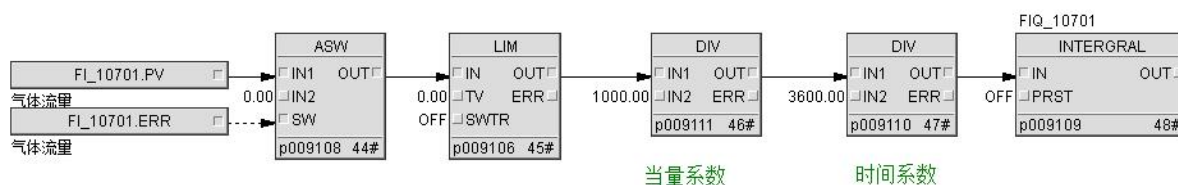

图 1.7.3 积分功能块程序搭建
- 当量系数和时间系数的作用是将原本单位为 kg/h 转化成 t/s，转化过程即 $(\text{kg} \times 1000) / (\text{h} / 3600)$ ，使用 INTEGRAL 模块的话，程序搭建如图 1.7.3 所示：